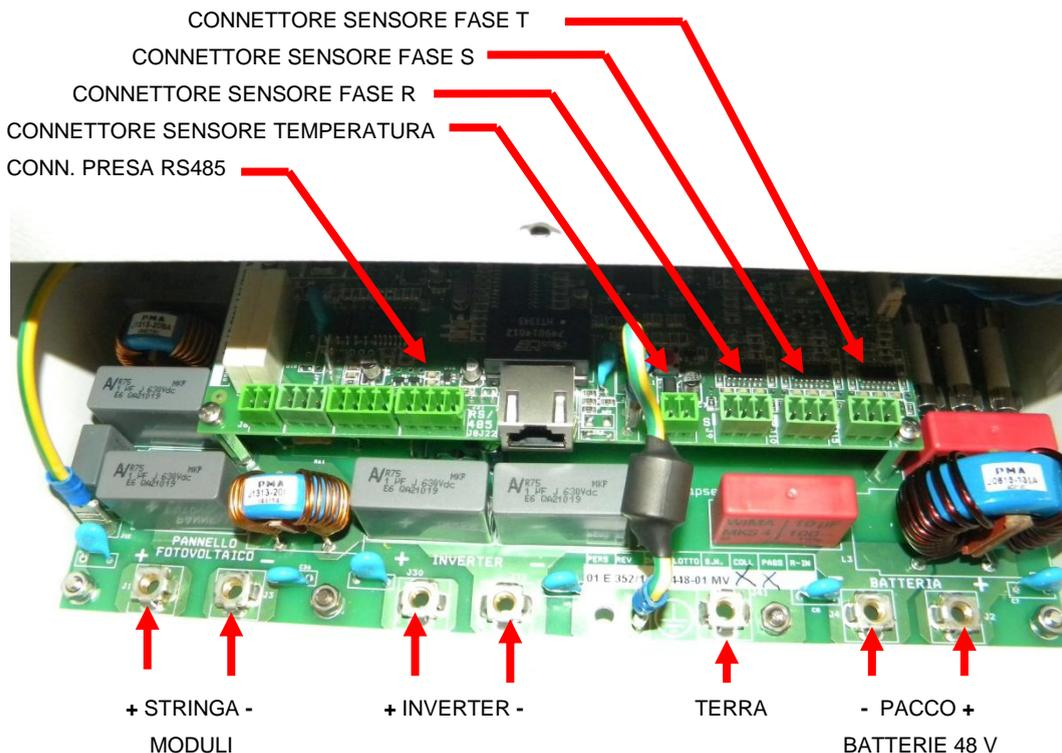

Figura 6 – Cablaggio scheda Solar Eclipse
- Collegare i cavi dei moduli fotovoltaici alla scheda (vedi Figura 6)
- Verificare che il il sezionatore batterie sia aperto (vedi Figura 6)
- Collegare i cavi del pacco batteria sulla scheda di Solar Eclipse (vedi Figura 6)
- Collegare i cavi inverter alla scheda (vedi Figura 6)
- Collegare i 3 connettori dei sensori delle fasi R, S e T alla scheda di Solar Eclipse (vedi Figura 6)
Collegare il cavo interfaccia USB/RS485 al pc e al Solar Eclipse vedi Figura 6 assicurandosi che il Solar Eclipse sia in stato di blocco (spia LED a sinistra lampeggiante).